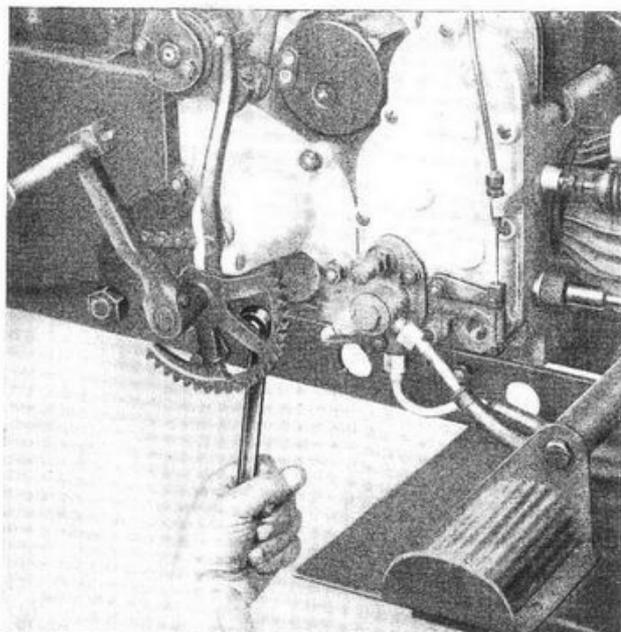

Fig. 7
- Con chiave ad occhio da mm 17-19 (T 9613) i bulloni che fissano il motore al telaio, e sfilarli dal lato volano (v. fig. 7).